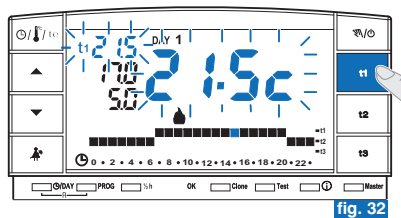

fig. 32
Se si seleziona un tasto (t1 o t2) relativo a un set di temperatura bloccato, la sigla (t1 o t2), il relativo valore a fianco e i digit centrali lampeggiano (esempio fig. 32). In questo caso non è possibile superare il valore di temperatura massima o minima oltre il limite di blocco impostato.
- Premere il tasto del set temperatura che si vuole sbloccare (**t1** o **t2**); la sigla selezionata (**t1** o **t2**) il relativo valore a fianco e i digit centrali lampeggiano (esempio in fig. 32).